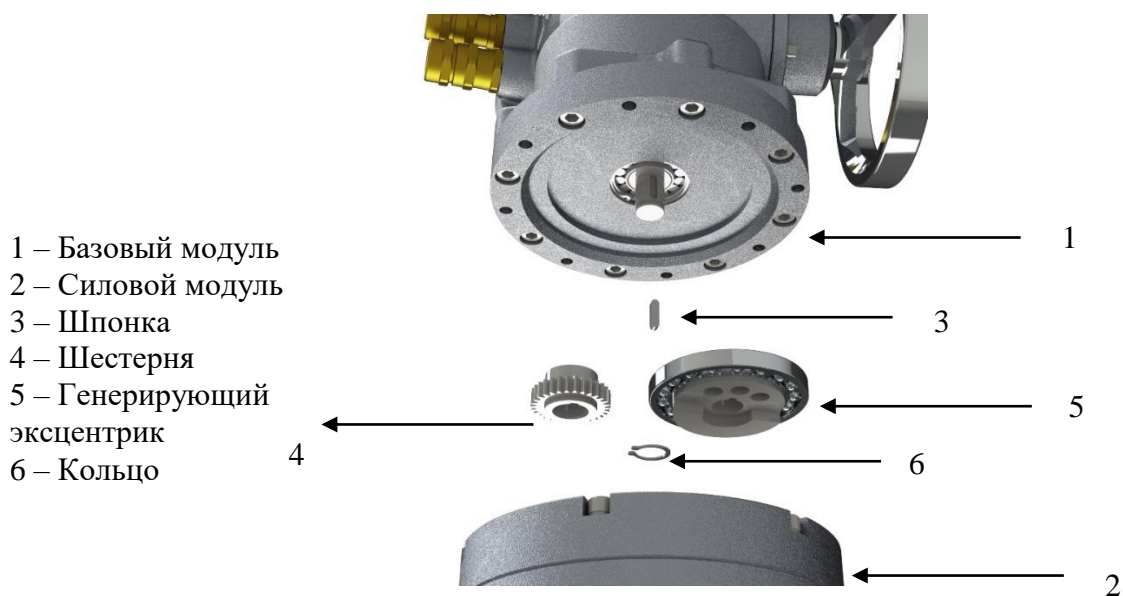

Рисунок 32
- с помощью шестерни (поз.4) Рис.32.
- с помощью генерирующего эксцентрика (поз.5) Рис.32.